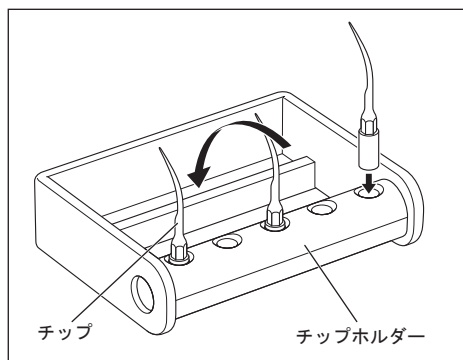

図28
- ・最大5種類のチップまで同時に滅菌することができます。滅菌の際は、矢印の方向にチップを倒して使用してください。（図28）